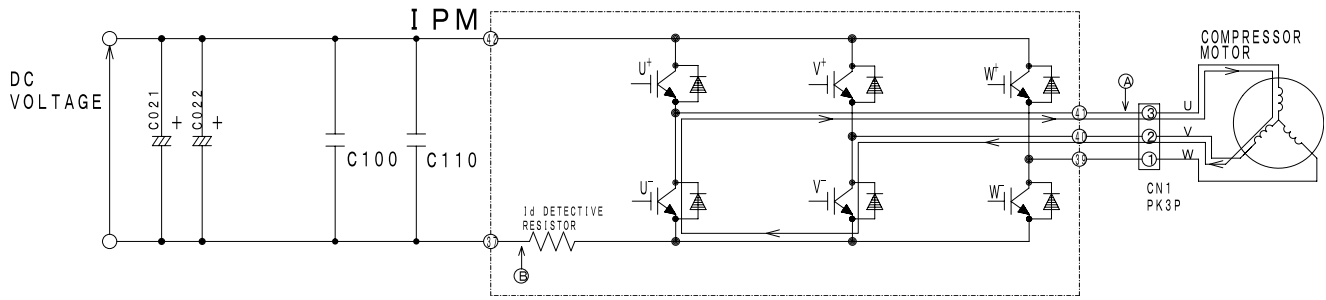

Fig. 4-4 Power module circuit (U⁺ is OFF, V⁻ is ON)
- (2) Lorsque le transistor U⁺ est sur DÉSACTIVÉ : (par inductance de la bobine du moteur) bobine U → bobine V → transistor V⁻ → Diode U⁻ de retour → Point ④ (Fig. 4-4)